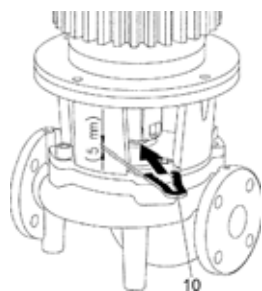

Fig. 19: Colocación de la horquilla de montaje
- Inserte la horquilla de montaje (Fig. 19, pos. 10) entre la linterna y el acoplamiento. La horquilla de montaje debe quedar ajustada sin holgura.